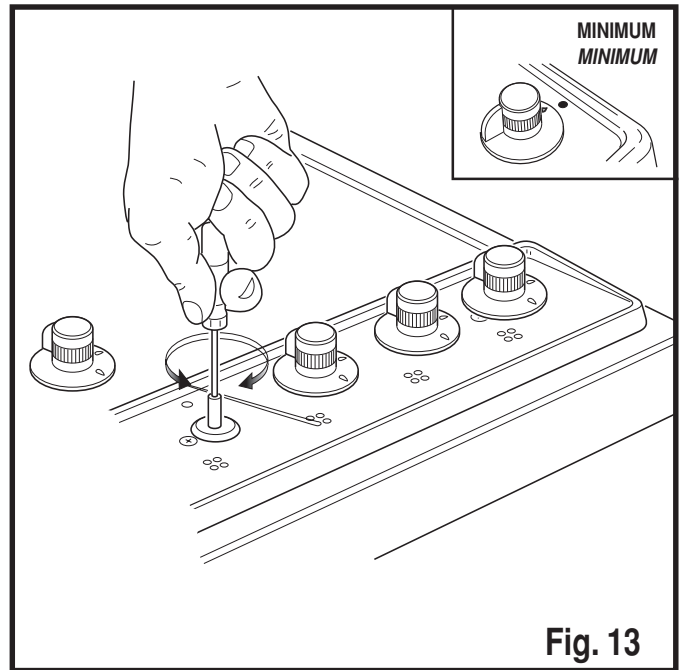

Fig. 13
To adjust the minimum setting, turn the cock to the low-flame position, remove the knobs and insert a screwdriver through the hole in the gas valve; tighten the bypass screws (turn clockwise) all the way using a screwdriver (fig. 13).
*Ensuite, pour régler le minimum, tourner le bouton sur la position de flamme réduite, enlever les boutons et à travers le trou restant découvert, visser à fond dans le sens des aiguilles d'une montre les vis de by-pass avec un tournevis (fig. 13).*